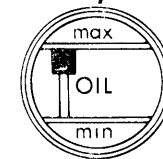

Fig. 5
2. Versare nel foro (per il rifornimento completo) circa 820 grammi di olio e controllare che l'indicatore livello (fig.5), posto sulla parte inferiore del montante della testa, raggiunga la posizione MAX.
2. For filling completely pour approx. 820 grams of oil into the hole and check that the oil level indicator (fig.5) on the lower front of the machine reaches the MAX position.